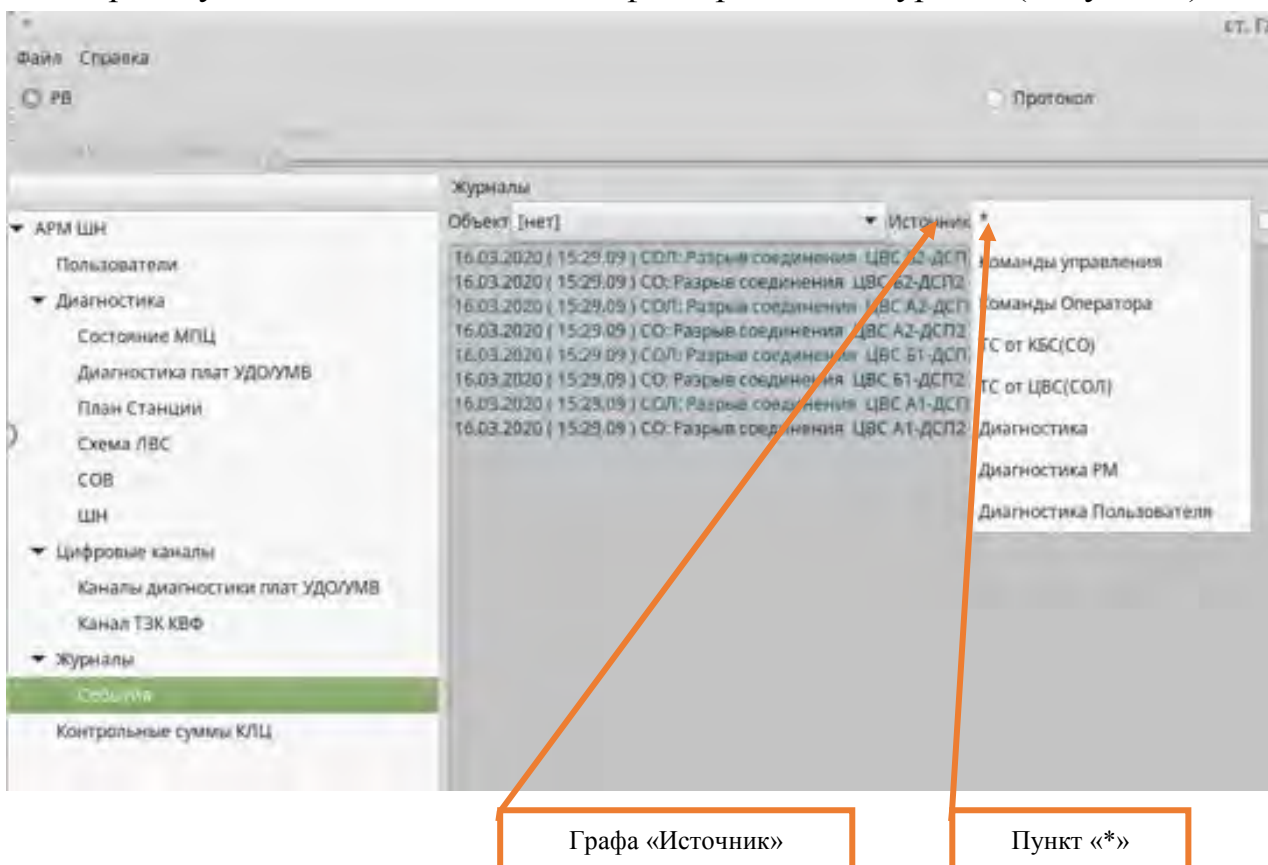

Рисунок 2. Выбор источника сообщений для фильтрации
7.1.2. Выбрать источника сообщений для фильтрации и тип сообщений, которые нужно вывести с помощью фильтра в окне журнала (Рисунок 2).
ВНИМАНИЕ: Для определения типа сообщений необходимо в графе «Источник» (Рисунок 2) выбрать нужный тип. Для поиска сбойных ситуаций следует выбирать диагностические типы событий. Другие типы событий
ВНИМАНИЕ: Для просмотра всех типов событий выбрать необходимо пункт «*» (Рисунок 2)